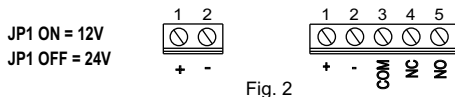

Fig. 2
- Enfilar los cables en la apropiada sede y efectuar las conexiones como se indica en la fig. 2
- Enfilar los cables en la apropiada sede y efectuar las conexiones como se indica en la fig. 2.